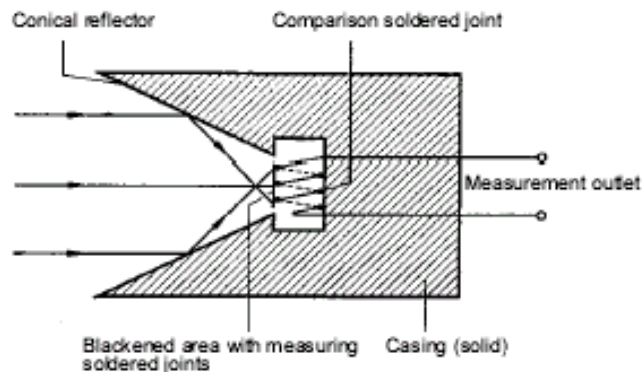

Fig. 5: Esquema do funcionamento da termopilha de Moll (seção longitudinal).
24. A potência irradiada pela lâmpada é medida com auxílio de uma termopilha. A termopilha de Moll funciona como sensor de radiação em uma larga faixa espectral, com sensibilidade aproximadamente constante para comprimentos de onda entre 150 nm e 15  $\mu\text{m}$ . Um esquema do funcionamento da termopilha utilizada neste experimento está ilustrado na Fig. 5. A área escurecida (com alta capacidade de absorção de radiação) possui vários termopares conectados em série, enquanto as junções de comparação são termicamente incrustadas no corpo da termopilha. O refletor cônico permite uma ampliação da área efetiva do detector iluminada pela radiação que se deseja examinar.
8. A tensão  $V_{\text{term}}$  detectada pela termopilha é diretamente proporcional à diferença de temperatura entre a parte escurecida e o corpo da termopilha (ver Fig. 5), sendo esta por sua vez proporcional ao fluxo líquido de radiação através da área exposta da termopilha (ou seja, à diferença entre o fluxo de radiação luminosa incidente sobre a termopilha e o fluxo irradiado por ela). Supondo que tanto o